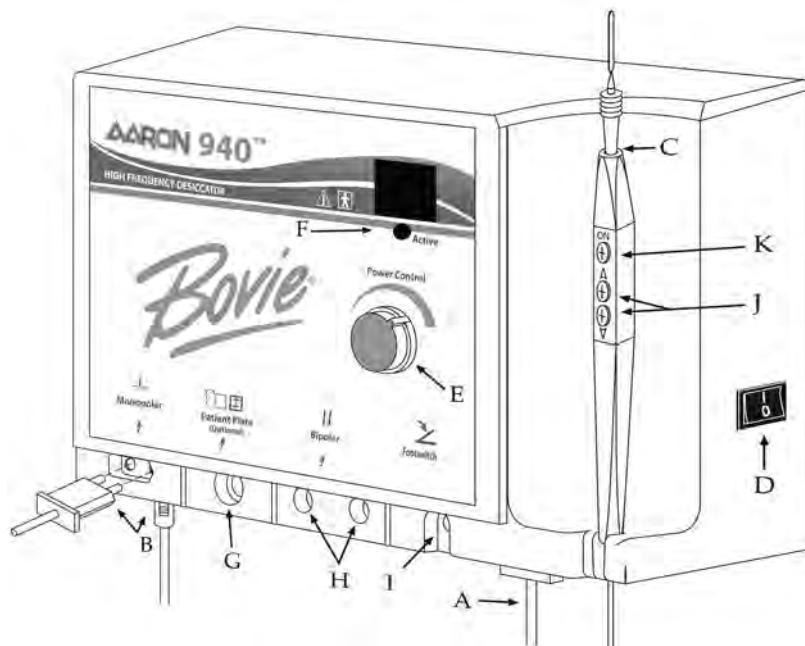

Figure 2
2. Brancher l'extrémité femelle du cordon d'alimentation dans la base de l'unité (voir Figure 2, lettre A).
4. Brancher la pièce à main sur la sortie monopolaire en bas à gauche à l'avant de l'appareil (voir Figure 2, lettre B). La fiche est conçue de façon à pouvoir s'adapter dans un seul sens. Brancher le connecteur arrondi plus
petit de la pièce à main sur la prise au bas de l'appareil (voir Figure 2, lettre B). La pièce à main à trois touches est conçue pour permettre au médecin de contrôler totalement les réglages de puissance à la main.
5. Faire glisser l'électrode standard souhaitée dans la pièce à main jusqu'à ce qu'elle soit engagée à fond (voir Figure 2, lettre C). La pièce à main est compatible avec la plupart des électrodes $\frac{3}{32}$ " (0,24 cm) standard.
7. Mettre sous tension l'alimentation à l'aide de l'interrupteur situé sur le panneau droit de l'appareil (voir Figure 2, lettre D).
8. Régler la puissance de sortie à l'aide du bouton de réglage à l'avant de l'appareil (voir Figure 2, lettre E) ou sur l'Aaron 940™ uniquement à l'aide des touches Haut et Bas de la pièce à main (voir Figure 2, lettre J). Lorsque le réglage du niveau de puissance s'effectue par la pièce à main, un signal retentit pour indiquer que le niveau de puissance a été modifié. Maintenir enfoncée la touche Haut ou Bas afin de modifier plus rapidement les réglages de puissance pour un réglage rapide de la puissance de sortie. La puissance est affichée par incrément de 0,1 W au-dessous de 10 W et par nombre entier entre 10 et 40 W.
9. Pour activer l'appareil, retirer la pièce à main de son étui. Placer la pièce à main dans la position souhaitée et appuyer sur le bouton d'activation (voir Figure 2, lettre K). Lors de l'activation de l'appareil, un signal d'activation retentit et la DEL d'activation bleue s'allume (voir Figure 2, lettre F).
10. Pour utiliser la plaque de mise à la terre avec cordon en option (A802EU), insérer la prise du cordon dans la sortie de la plaque de mise à la terre (voir Figure 2, lettre G) et connecter l'autre extrémité dans la plaque de mise à la terre. La plaque doit être placée au-dessous du patient en un point où la totalité de sa surface est recouverte de peau nue.
11. Pour utiliser le cordon bipolaire en option (A827EU), insérer les prises dans les sorties bipolaires (voir Figure 2, lettre H). Le cordon est alors branché dans la pince. Une porte coulissante située derrière les sorties monopolaire et bipolaire empêche l'utilisateur d'employer les deux simultanément.
12. La pédale de commande en option est branchée dans la sortie de la pédale de commande et placée sur le sol (voir Figure 2, lettre I). La pédale de commande peut être utilisée avec les interventions monopolières et doit être utilisée avec les interventions bipolaires.